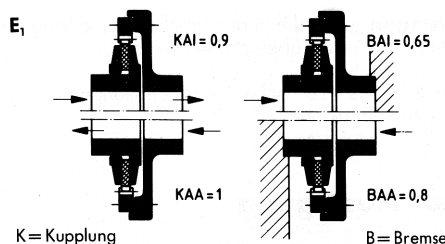

Abb. 14 Faktor  $E_1$  abhängig vom Einbau bzw. Anwendung
**Reibarbeit pro Schaltung bei Anlauf ohne Last** unter Berücksichtigung der Einbauverhältnisse nach Abb. 14, der Umgebungstemperatur und der Einschaltzeit.
**Reibarbeit pro Schaltung bei Anlauf mit Last** unter Berücksichtigung der Einbauverhältnisse nach Abb. 14, der Umgebungstemperatur und der Einschaltzeit.